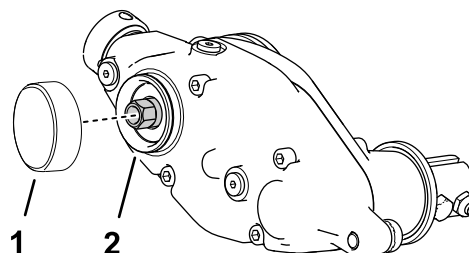

Рисунок 9
1. Нанесите фиксирующий герметик средней степени фиксации для цилиндрических поверхностей (такой как Green Loctite 609®) в канавку стопорного кольца и на поверхность по наружному диаметру (Рисунок 9).
2. Установите крышку, как показано на Рисунок 9.